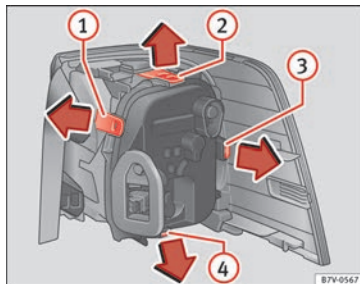

Fig. 115 Baglygte i karrosseriet: afmontering af pæreholder. ① til ④ låsetapper
8.	Tryk låsetapperne » Fig. 115 ① til ④ i pilens retning for at løse pæreholderen.